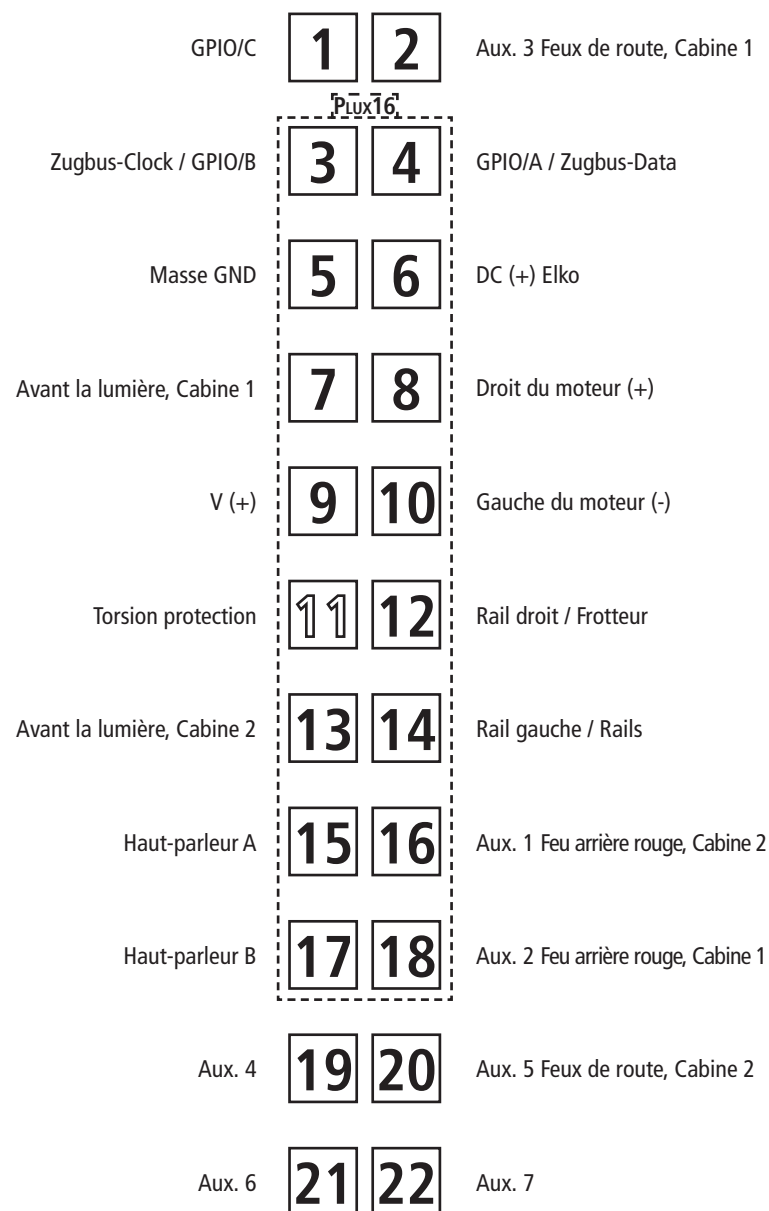
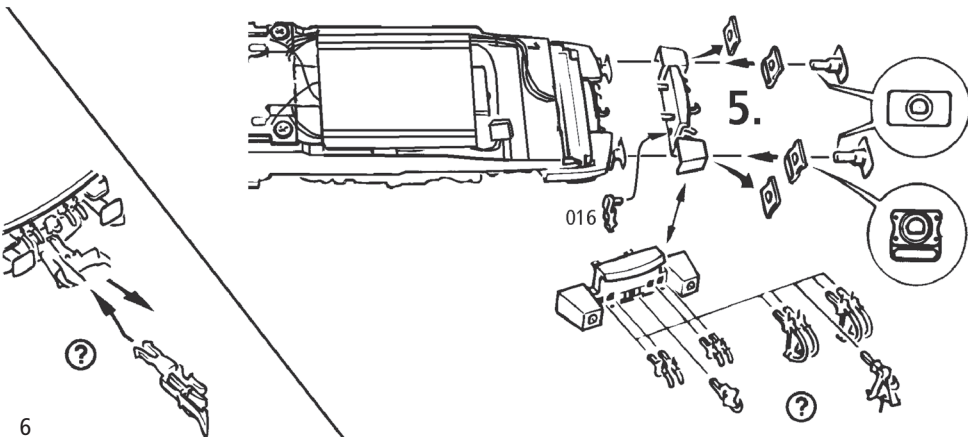

Fig. 5
Fig. 3
**2. Schmierung:** Versehen Sie die im Schmierplan in Fig. 8 gekennzeichneten Stellen mit nur **kleinen Öltropfen**. Dazu zuerst das Lokgehäuse abnehmen (Fig. 3). Wir empfehlen den **ROCO Öler Art.-Nr. 10906**. Fürs Schmieren der Getriebeteile (Zahnräder, Schnecke) empfehlen wir das **ROCO-Spezialfett Art.-Nr. 10905**. Im Falle der Schmierung diese Teile **nicht ölen**.
**Mehrzugbetrieb:** Zuerst Lokgehäuse abnehmen (Fig. 3). Danach den Brückenstecker aus der Schnittstelle entfernen (diesen sorgsam aufbewahren). Danach den Stecker des Decoders lagegerecht einsetzen (Fig. 5).
**4. Motorwechsel:** Lokgehäuse abnehmen (Fig. 3). Danach wird der Motor ausgebaut und ausgetauscht (Fig. 6).
**2. Lubrication:** Apply **tiny oil drops** to spots marked in fig. 8. Prior to lubrication dismantle locomotive (fig. 3). We recommend using item no. **10906, Roco oiler**. For lubrication the gearparts (e.g. cogwheels, worm) we should recommended our Roco **special grease** (item no. **10905**). **Attention:** Please do not oil these parts when using our grease.
**Running in digital mode:** Remove the jumper from the interface. Finally put the plug of the decoder into the interface as shown in fig. 5.
**4. Motor Changing:** First remove loco body (fig. 3), and then the motor (fig. 6).
**2. Graissage:** N'appliquez **qu'une toute petite goutte** aux endroits indiqués par le plan de graissage (fig. 8) après avoir démonté la caisse de la locomotive (fig. 3). Nous vous recommandons le **graisseur à huile Roco réf. 10906**. Pour graisser les engrenages (roues dentées, vis sans fin) nous vous conseillons la **graisse spéciale Roco réf. 10905** pour engrenages en matières synthétiques. Lorsque vous utilisez cette graisse il faut éviter d'huiler ces composants.
Enlevez la fiche de shuntage de l'interface (à conserver!) et enfichez finalement la fiche de décodeur aux prises de l'interface. Veuillez à la position correcte de la fiche (fig. 5).
**4. Remplacement du moteur:** Démontez la caisse (fig. 3). Démontez ensuite le moteur (fig. 9).
voir } Fig.3